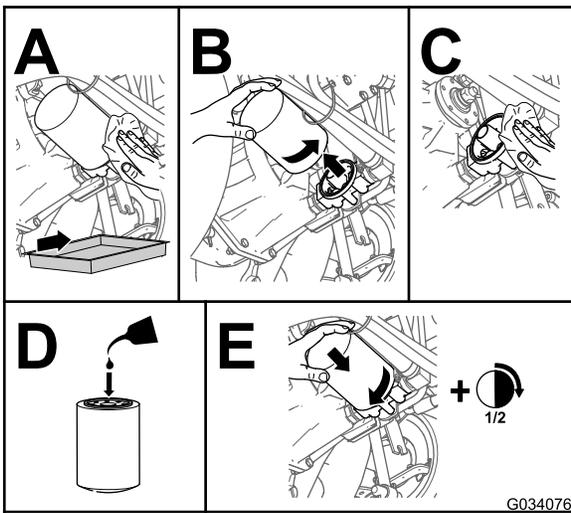

Bild 86
4. Tauschen Sie den Hydraulikfilter aus (**Bild 86**).